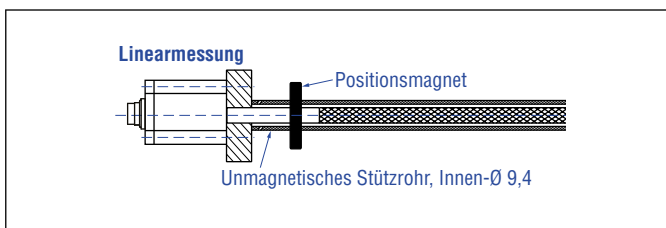

Abb. 30: Sensor mit Stützrohr/Schutzrohr
1. Führen Sie den flexiblen Messstab immer in einem Stützrohr/ Schutzrohr (z.B. Sensorrohr HD/HL/HP oder HFP-Profil). Das Stützrohr muss aus unmagnetischem Material bestehen und einen Innendurchmesser von mindestens 9,4 mm haben (Abb. 30). Es kann gerade oder gebogen sein.